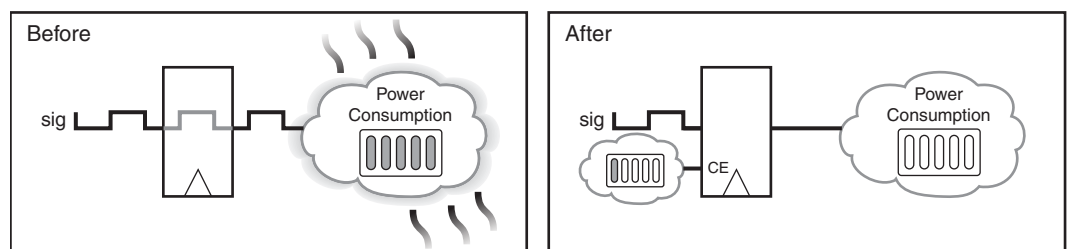

図 4-1: 高度なクロックゲーティングによるスイッチング消費電力の削減
これらのアルゴリズムでは、論理式が解析されて、結果に影響しないソース レジスタがクロック サイクルごとに検出されます。ソフトウェアでは、**FPGA** ロジックに含まれている十分なクロック イネーブル (CE) リソースを使用して、無駄なスイッチング アクティビティを回避する高精度のゲーティング信号が作成されます (図 4-1 を参照)。高度なクロックおよびデータゲーティングは、`map -power high` オプションを使用して制御できます。総ダイナミック消費電力は 15% 以上削減可能で、ほとんどの場合で挿入したゲーティング ロジックが原因でパフォーマンスが影響を受けることはありません。